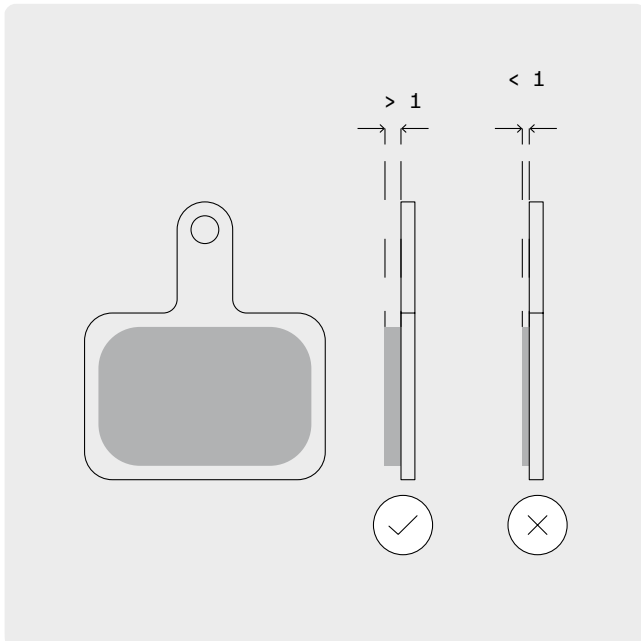

ABB. 40
- Ersetzen Sie die Bremsbeläge, wenn Sie weniger als 1 mm dick sind (Abb. 40). Die Bremsbeläge dürfen niemals so weit heruntergefahren werden, dass die Trägerplatte der Beläge an der Brems Scheibe schleift.